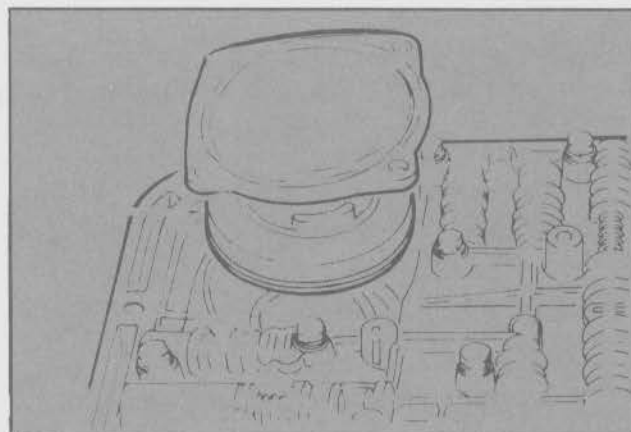

Fig. 122 - Conjunto de servo trasero
- Extraer el pistón del servo y si fuese necesario reemplazar los sellos anulares (Fig. 122).